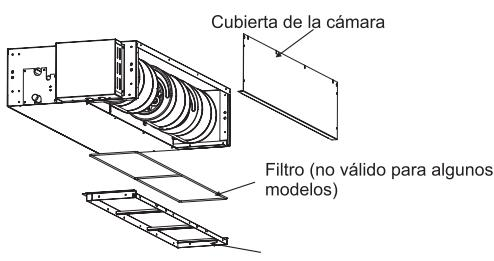

Fig. 3.1.3
- Vuelva a colocar la cubierta de la cámara desmontada en la orientación mostrada en la Fig. 3.1.3, vuelva a colocar la brida del lado de admisión desmontada en la orientación mostrada en la Fig. 3.1.3.